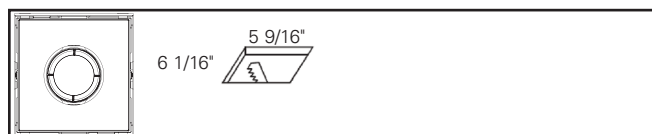

Figure 1.9.
- 1 lumière : 141,29 x 154 mm (5 9/16 x 6 1/16 po) (Figure 1.9)
- 2a. Consultez les figures 1.9, 1.10, 1.11 et 1.12 respectivement pour connaître les dimensions de découpe du plafond applicables à votre luminaire multitêtes.